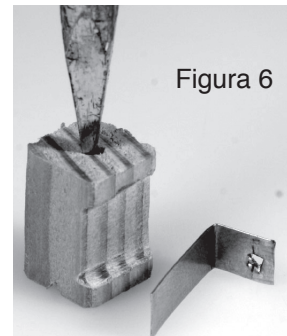

Figura 6
- 6.- Con unos alicates doblar la tira de bronce a 90° a la altura de la línea de puntos marcada. Ver figura 6. Cortar la tira de bronce con unos alicates de corte lateral o unas tijeras.